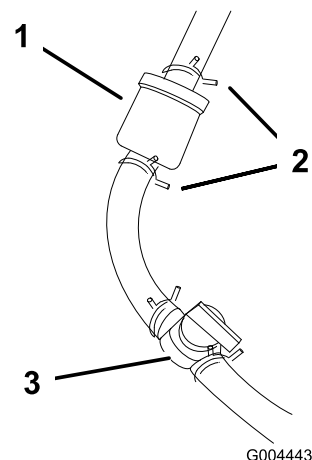

Figura 35
4. Cierre la válvula de cierre de combustible (Figura 35).
5. Apriete los extremos de las abrazaderas y deslícelas por el tubo alejándolas del filtro (Figura 35).
7. Instale un filtro nuevo y acerque las abrazaderas al filtro para sujetar el tubo de combustible (Figura 35).